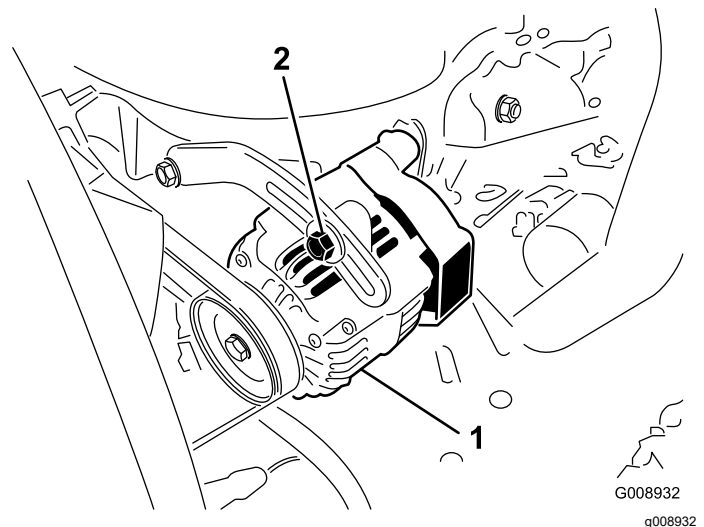

Figure 63
2. Si vous n'obtenez pas une flèche de 10 mm ($\frac{3}{8}$ po), desserrez les boulons de fixation de l'alternateur (Figure 63).